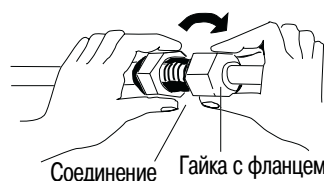

Рис. 29
- в) Для обеспечения правильного соединения совместите подсоединяемую трубу с раструбом, затем навинтите, не затягивая, гайку с фланцем, чтобы получить ровное соединение (рис. 29).